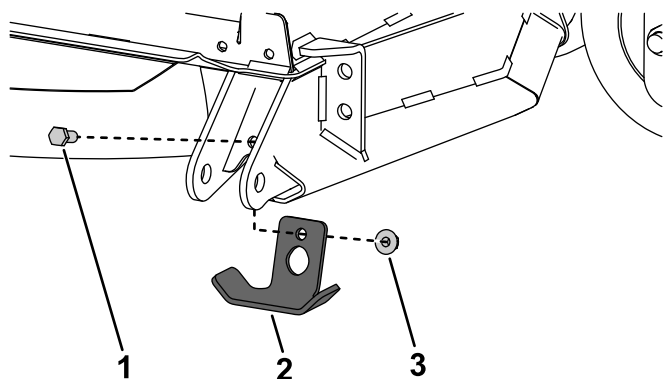

Figure 11
2. Retirez les fixations qui retiennent le patin de protection existants sur le plateau de coupe (Figure 11).